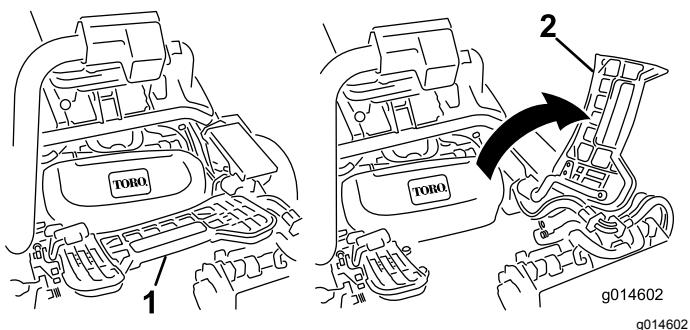

Bild 44
1. Heben Sie die Fußplattform an und schwenken sie in die geöffnete Stellung, um die Stellung der mittleren Schneideeinheit zugänglich zu machen (**Bild 44**).